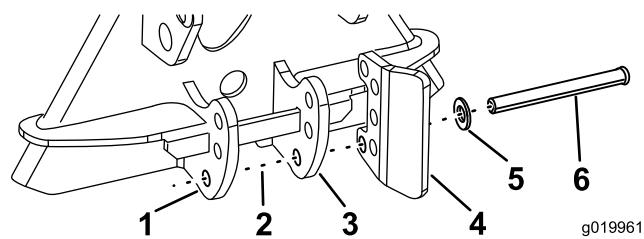

**Figura 7**
5. Installate una vite (3/8 poll.) nel nuovo foro praticato e fissate il gruppo staffa con un dado flangiato (3/8 poll.) (Figura 7).